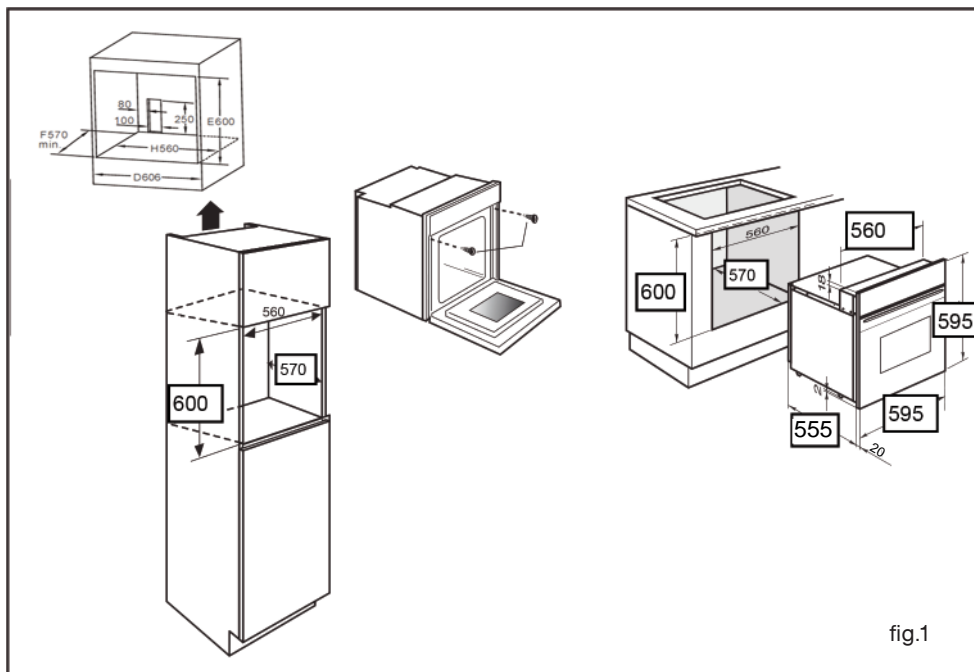

fig.1
- Pour plus de stabilité, fixez le four dans le meuble par 2 vis au travers des trous prévus à cet effet sur les montants latéraux (fig.1).
• Grille sécurité anti-basculement (fig.1)
Exemple : 40minutes (fig.1).